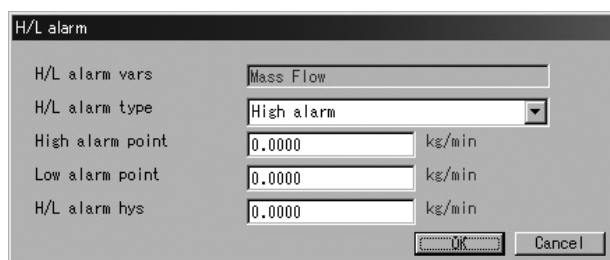

図43
- ① 画面上部メニューの「Setup(S)」をクリックし、「Config output」のドロップダウンリストの中から「H/L alarm」を選び再度クリックします。
② 図43のようなメッセージボックスが現れます。ここではH/Lアラーム関係の設定を行います。